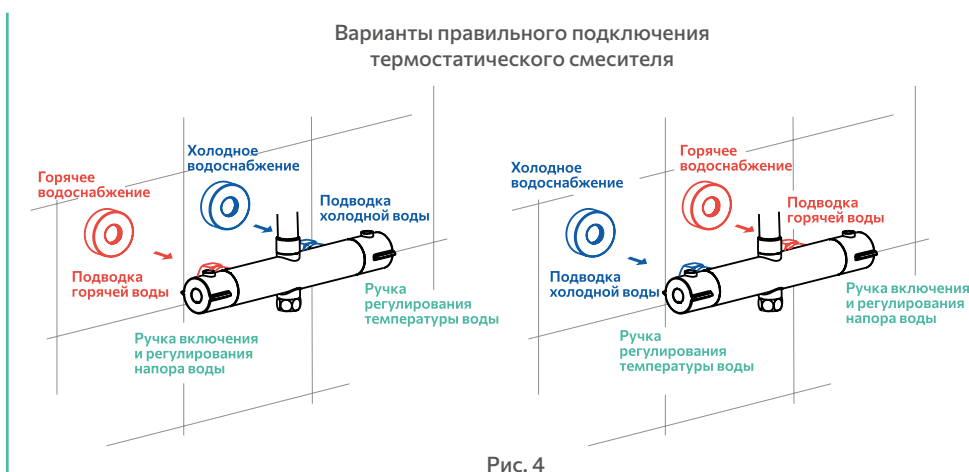

Рис. 4
1. При установке смесителя к водоснабжению следуйте индикации на задней стенке корпуса (рис. 4).
2. Ручка смесителя со стороны горячей воды используется для включения / выключения смесителя и регулировки напора воды (рис. 4).